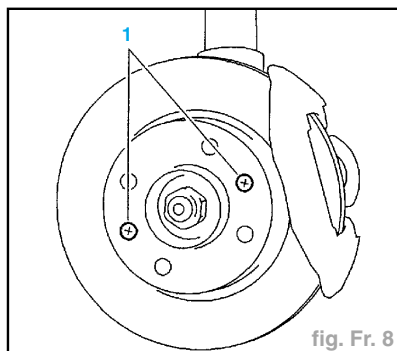

fig. Fr. 8
- les 2 vis de maintien du disque (1) (fig. Fr. 8).
- Déposer (fig. Fr. 8) :
- les vis (1),
- les 2 vis de maintien du disque (1) (fig Fr. 8),